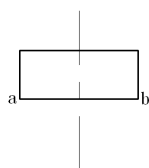
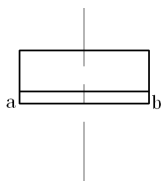
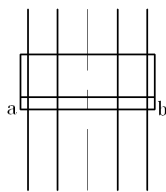

图 3-77 绘制并移动矩形
图 3-78 偏移直线
图 3-79 偏移中心线
(3) 绘制图形
① 将“中心线”图层设置为当前图层。单击“默认”选项卡“绘图”面板中的“直线”按钮,绘制一条竖直中心线。
② 将“轮廓线”图层设置为当前图层,单击“默认”选项卡“绘图”面板中的“矩形”按钮,绘制一个长度为 22、宽度为 9 的矩形。
③ 单击“默认”选项卡“修改”面板中的“移动”按钮,将绘制的矩形移动到如图 3-77 所示的位置。
④ 单击“默认”选项卡“修改”面板中的“分解”按钮, 将图 3-77 中的矩形分解成单独的线段。命令行提示与操作如下:
选择对象: (选择图 3-77 中的矩形)
⑤ 单击“默认”选项卡“修改”面板中的“偏移”按钮, 将图 3-77 中的直线 *ab* 进行偏移, 偏移距离为 2, 效果如图 3-78 所示。
⑥ 单击“默认”选项卡“修改”面板中的“偏移”按钮, 将图 3-78 中的竖直中心线向左、右偏移, 偏移距离分别为 4.9 和 9.8, 并将偏移的直线转换为“轮廓线”图层, 如图 3-79 所示。